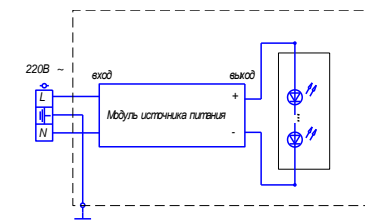

Рис. 2
- в) при установке светильника на опорную поверхность ввести провода сети через электроизоляционную втулку и присоединить к клеммной колодке согласно схемы (рисунок 2). Заземляющий провод присоединить к клемме имеющей знак заземления.